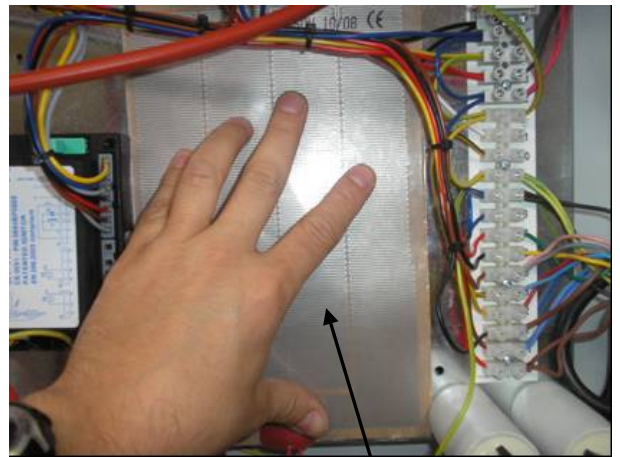

Рисунок 2
- 1) Удалите защитную пленку и установите самоклеющееся сопротивление RQE на электрощите, при этом электрические провода должны находиться внизу, как показано на Рис. 2 и 4